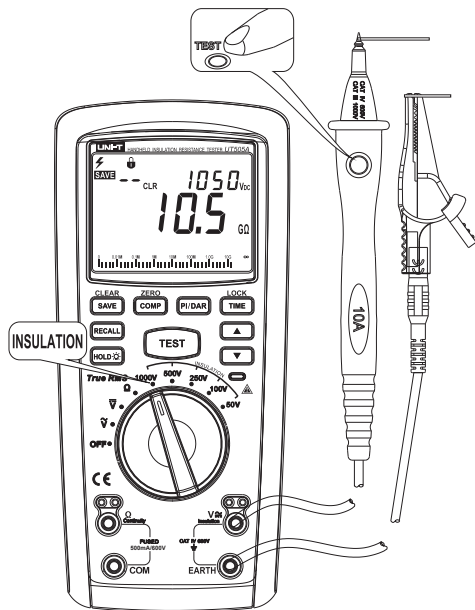

图7
4、绝缘电阻测量（见图7）
- ① 将红色表笔插入“ \overline{V} ”插孔（红色孔），黑色表笔插入“EARTH”插孔（黑色孔）。
- ② 将转盘开关旋转至INSUATION（绝缘电阻区），然后选择您需要的测试电压。将表笔并联到待测电路中。
- ③ 按下“TEST”（测试）按钮，然后从显示屏主显示区读出当前电阻值，在辅显示区可以看到测试电压，同时，如果测试电压高于30V以上，屏幕会闪烁显示高压警示符号“⚡”，指导您在此按下测试按钮。
- ④ 按下“TEST”按钮，高压输出时LCD屏幕会闪烁显示高压警示符号“⚡”，另外，壳体的警告符号旁的红色报警灯开启。
- ⑤ 在测量过程中如果想保存当前测量值只需按下“SAVE”按钮即可保存。
5、极化指数或绝缘吸收比（见图7）
6、使用比较功能（见图7）